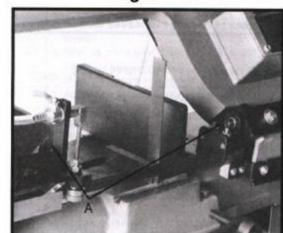

Fig. 6
2. Placer maskinistens ruta på bordet bredvid bladet enligt bilden i fig. 6.